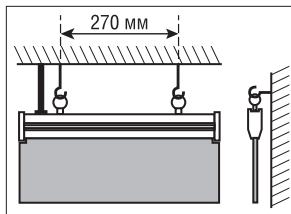

Рисунок 2.
- Подвесьте светильник с помощью монтажных колец, расположенных в верхней части корпуса светильника (Рис.2).